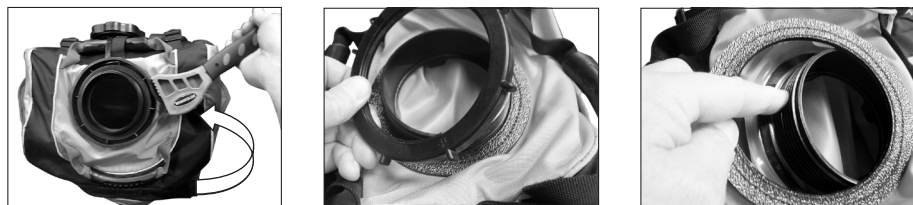

Figura 2.
2. Afloje la tuerca del cuello de llenado girándola en el sentido contrario al de las manecillas del reloj con una llave de correa de caucho, como se muestra en la imagen. Quite la tuerca y empuje el cuello de llenado/forro al interior de la mochila. (Vea la Figura 2).